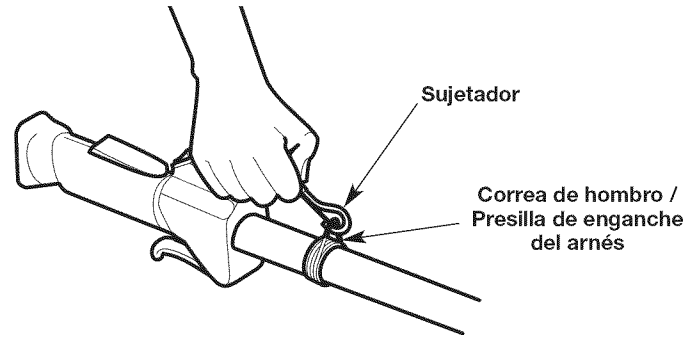

Fig. 9
5. Calce el pasador a presión sobre la correa de hombro/presilla de enganche del arnés (Fig. 9).